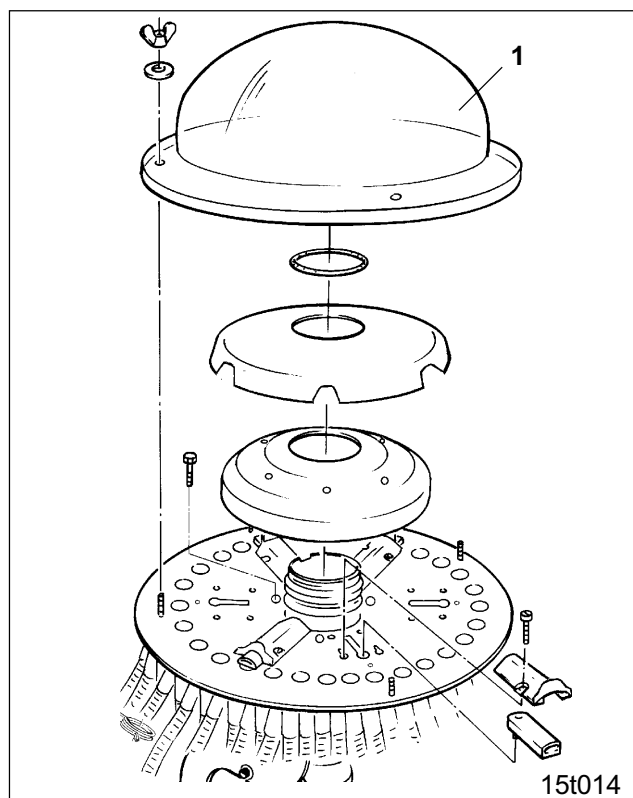

Fig. 50.3
- прозрачную пластиковую крышку (Рис. 50.3/1)